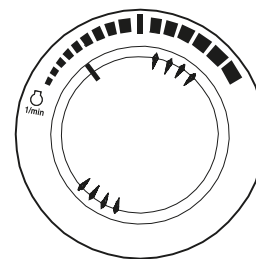

Figura 6
2. Ajuste el dial de control de velocidad del motor ligeramente por encima de "BAJO INERCIA" (Figura 6).